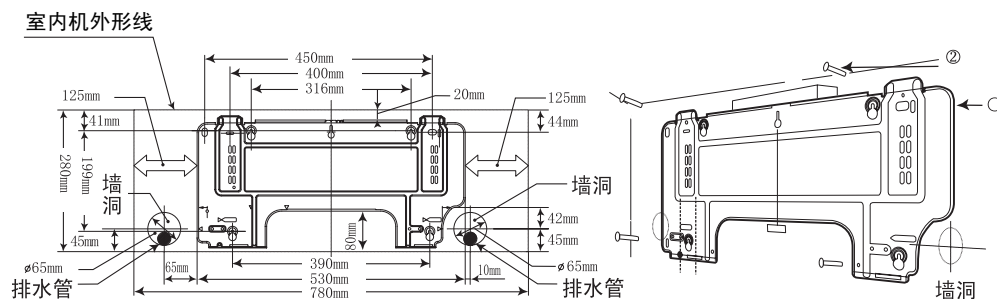

图5
- (3) 必须按图5所示用不少于6 个规定的螺钉牢固安装。